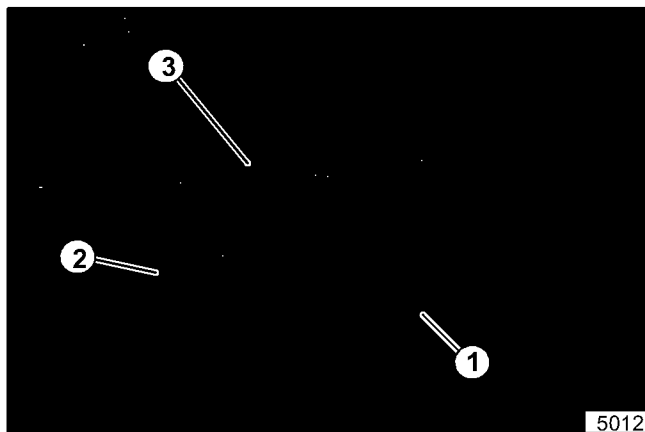

Figure 19. Plaques de transmission et de montage
3. Desserrer le hardware attachant la plaque de montage (supportant la poulie d'entraînement du porte-lames) et le palier (voir la figure 19).